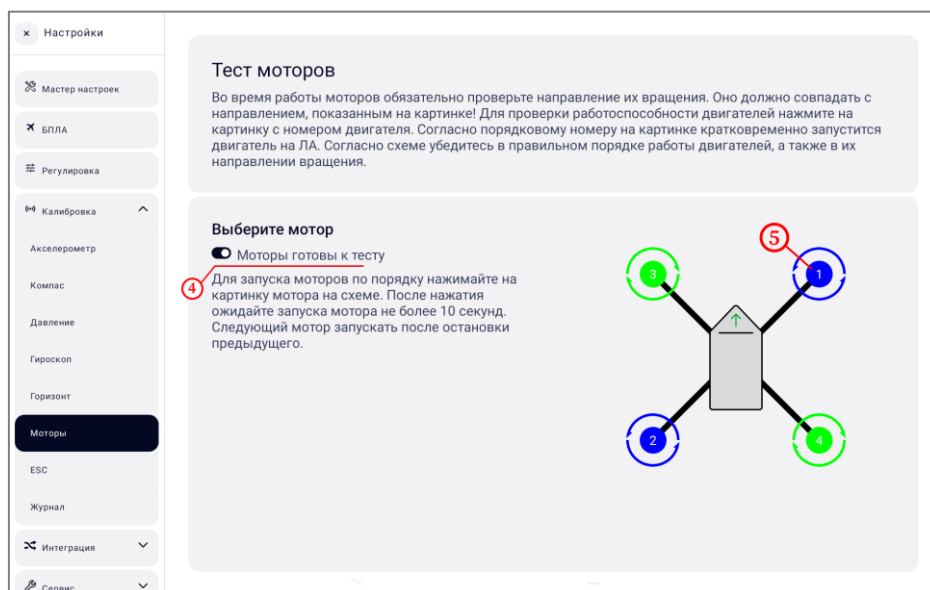

Рисунок 52 – Тест моторов
3. Удостовериться, что появился статус «Моторы готовы к тесту» (рисунок 52, шаг 4).
4. Нажать на мотор под номером 1 (рисунок 52, шаг 5).